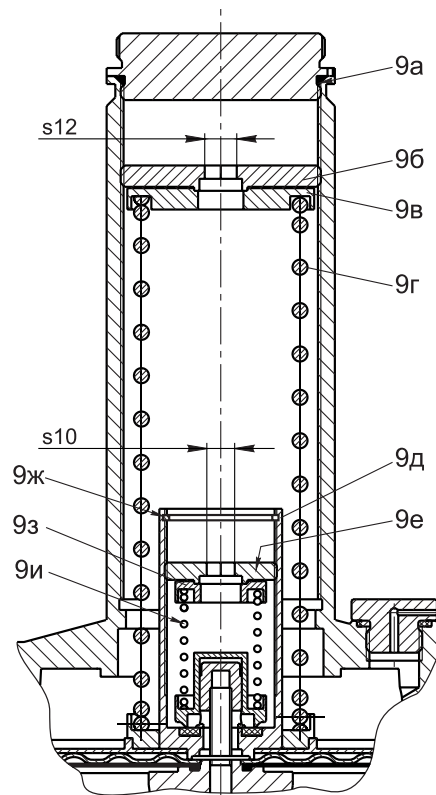

Рис. 6
4.8 Настройка срабатывания ПСК (рис. 6а - для регуляторов на 1 бар; рис. 6б - для регуляторов на 6 бар):
- используя шестигранное отверстие (s10) в малом регулировочном винте 9е (рис. 6а, 6б) при его повороте по часовой стрелке можно увеличить давление срабатывания ПСК. Поворачивая малый регулировочный винт 9е против часовой стрелки происходит уменьшение давления срабатывания ПСК;
4.9 Замена пружины регулятора должна производиться в следующем порядке (рис. 6):
4.10 Замена пружины ПСК должна производиться в следующем порядке (рис. 6):